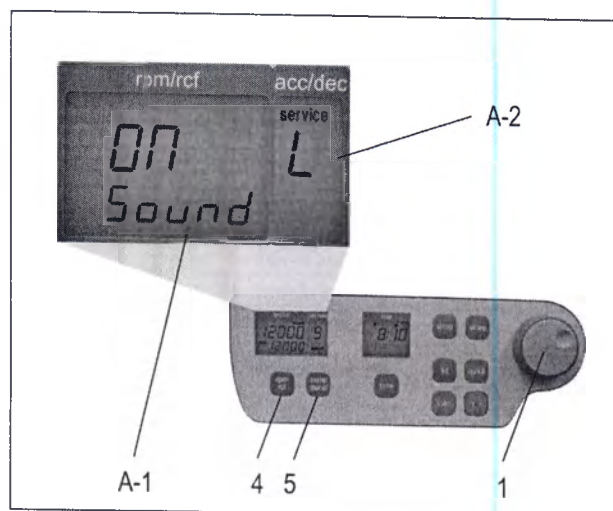

Рисунок 5
Действуйте как описано в п. 1.8.2, чтобы войти в программный режим, и затем нажмите кнопку «accel/decel» [ускорение/замедление] (5). На дисплее «accel/decel» [ускорение/замедление] (A-2) появится слово «service» [обслуживание]. Теперь выберите букву "L" с помощью верньера (1). В результате на дисплее «rpm/rcf» [об/мин / центробежное ускорение] (4) появятся слова «On sound». Если вы нажмете кнопку «rpm/rcf» [об/мин / центробежное ускорение] (4), то слово «On» мигает, и Вы сможете выключить звук, вращая верньер (1) (см. рисунок 5).